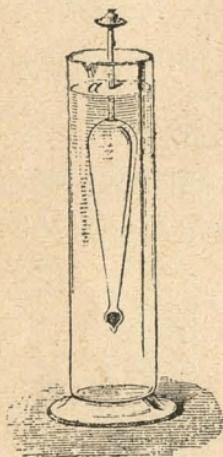

Fig. 36.—Areómetro
*Método del areómetro de Fahrenheit* (fig. 36).—Este instrumento se compone de un cilindro ó de un cono alargado de vidrio que termina abajo en una bola llena de mercurio y arriba en una varilla que sostiene un platillo.